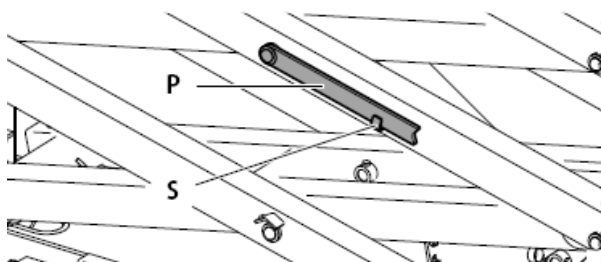

Fig. 1-11
- Berg de veiligheidspal (zie fig. 1-11,p) weer op als u deze niet (meer) gebruikt. (zie fig. 1-11,S).